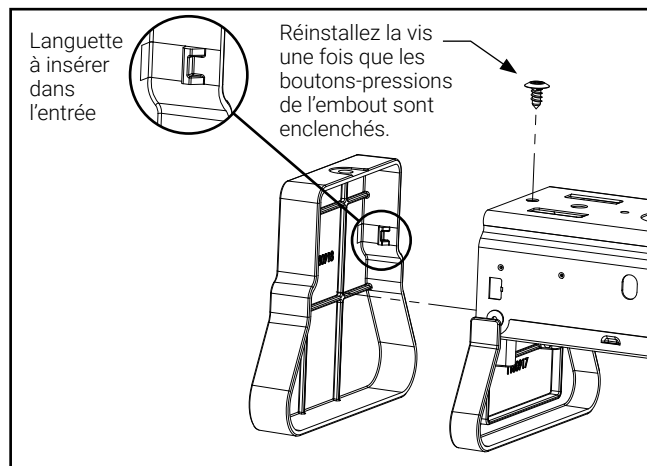

Figure 3.
4. Placez un embout décoratif sur le luminaire et poussez jusqu'à ce que les languettes à pression s'engagent dans les entrées défonçables retirées à l'étape 2, puis réinstallez la vis enlevée à l'étape 3 (figures 3 et 4).